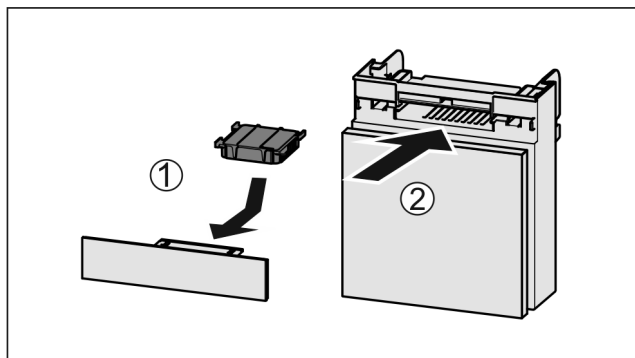

Fig. 203
- Vendosni filtrin me karbon aktiv siç tregohet në figurë Fig. 203 (1).
- Futni kutinë në vend Fig. 203 (2).